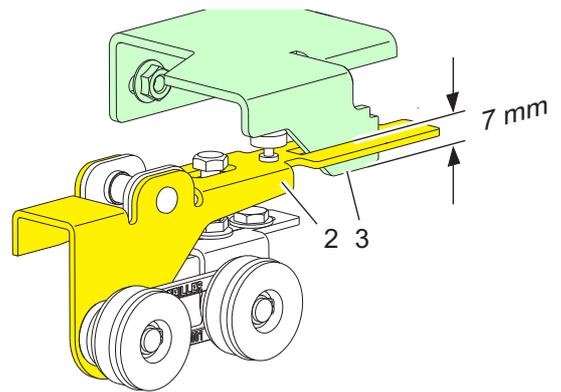

Abb. 52
- Sicherstellen, dass der Abstand (X) zwischen Riegel (2) und Riegelraste (3) 2 mm beträgt, ggf. einstellen (Einstellung: Zwei Muttern (4))
- Sicherstellen, dass die Eingriffstiefe des Riegels in der Riegelraste im geschlossenen Zustand 12 mm beträgt. Ggf. mit Gummipuffer (6) einstellen (Darstellung Eingriffstiefe siehe Abb. 52)
- Sicherstellen, dass der Abstand (Y) zwischen Türkontakt (5) und Riegel (2) 10,5 mm beträgt. Ggf. durch Verschieben des Türkontaktes (5) einstellen
- Sicherstellen, dass Betätigungsbügel (8) ordnungsgemäß in den Türkontakt einfährt. Ggf. durch verschieben des Türkontaktes (5) und/oder des Winkels (7) einstellen
- Sicherstellen, dass die Eingriffstiefe des Riegels (2) und Riegelraste (3) bei Schalten des Türkontakts mindestens 7 mm beträgt